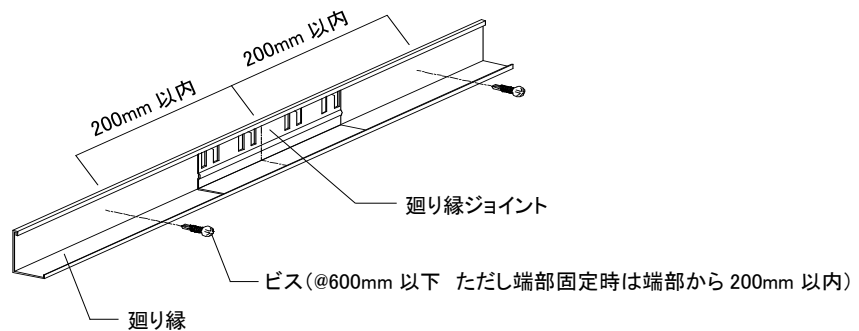

図2-2-2 廻り縁端部のビス固定位置
②基準墨に沿って廻り縁をビスピッチ@600mm以下で固定する。端部固定時は廻り縁ジョイントと干渉しないように、端部から200mm以内に固定する。(図2-2-2参照)